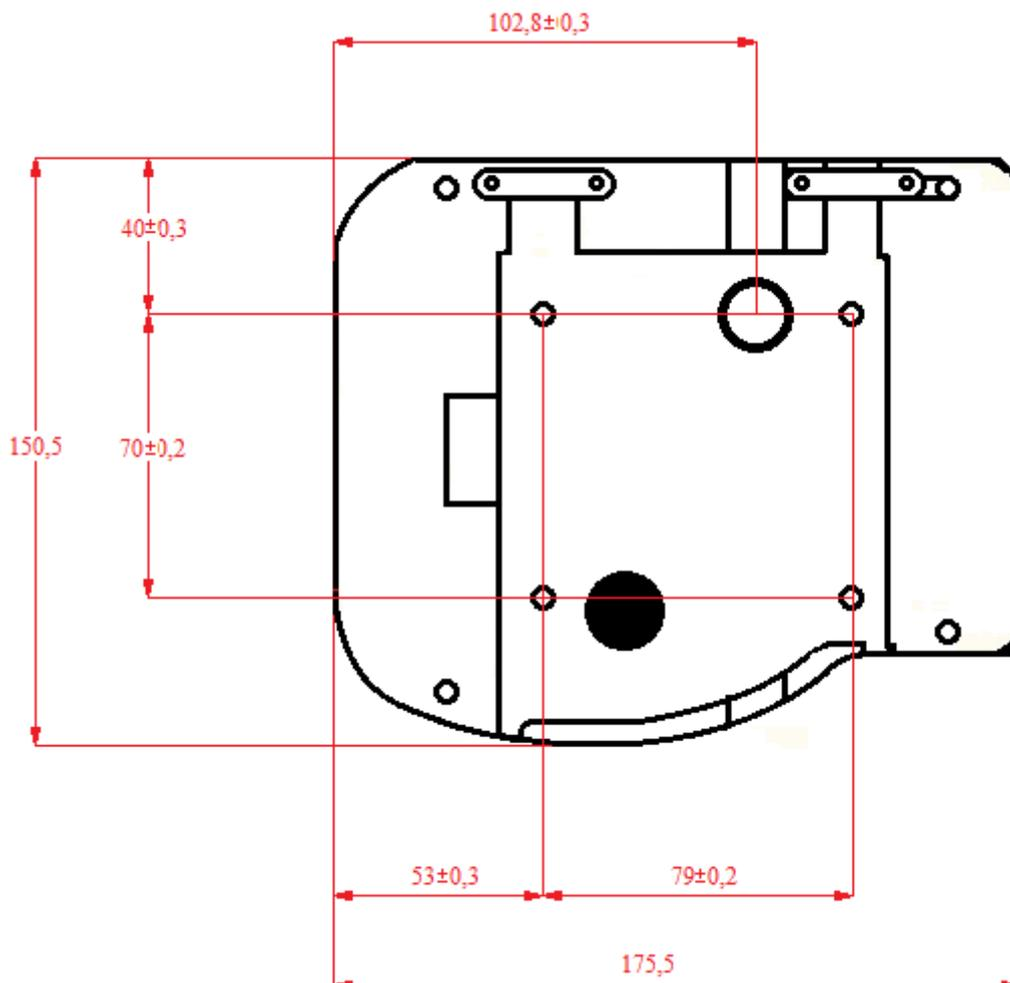

Рисунок 3. Разметка мест крепления
4. Разметьте места для крепления считывателя, приложив установочную пластину считывателя к стене (рисунок 3).